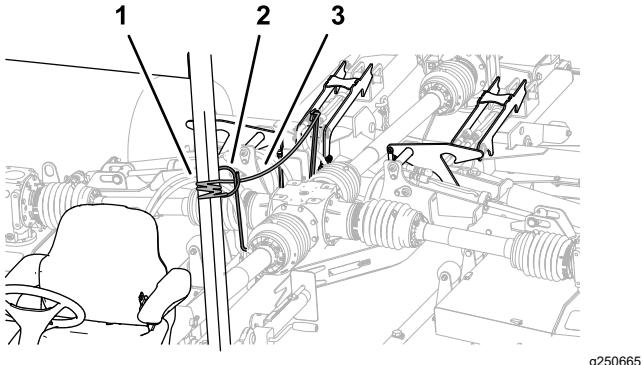

Figura 38
3. Tire y sujeté la cuerda de bloqueo de las carcchas (Figura 38).